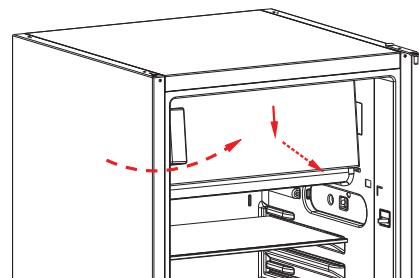

Fig. 9
- ▶ Anbring frostboksdøren på frostboksen igen, ved at skubbe frostboksdøren let skråt opad nede fra (fig. 9). Sørg for at tappen på dørens overside sidder i udsparingen på apparatet, og at tætningen lukker korrekt med frostboksens kant.